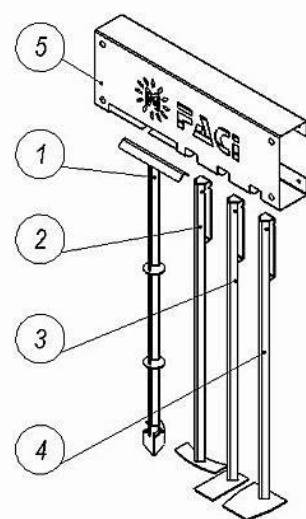

Рис. 9
- д) Инвентарь. (Рис.9).
Инвентарь (Рис. 9) является дополнительной опцией. В базовой комплектации предусмотрен банник. Инструменты инвентаря разработаны для эффективной очистки элементов котла от сажи и нагара. Крепится инвентарь по усмотрению владельца.